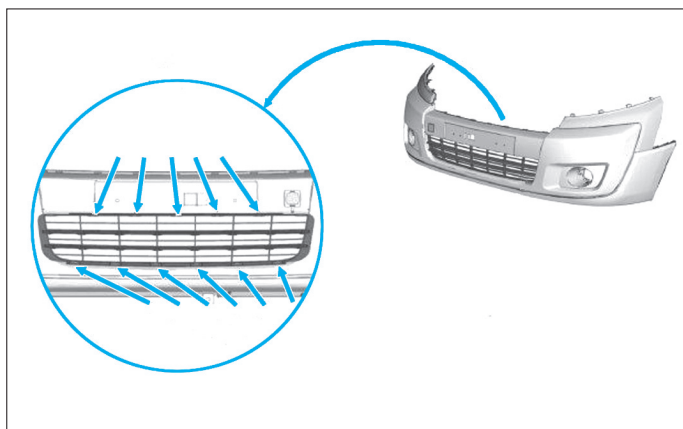

Fig. 83
- Dégrafer la calandre (Fig.83).